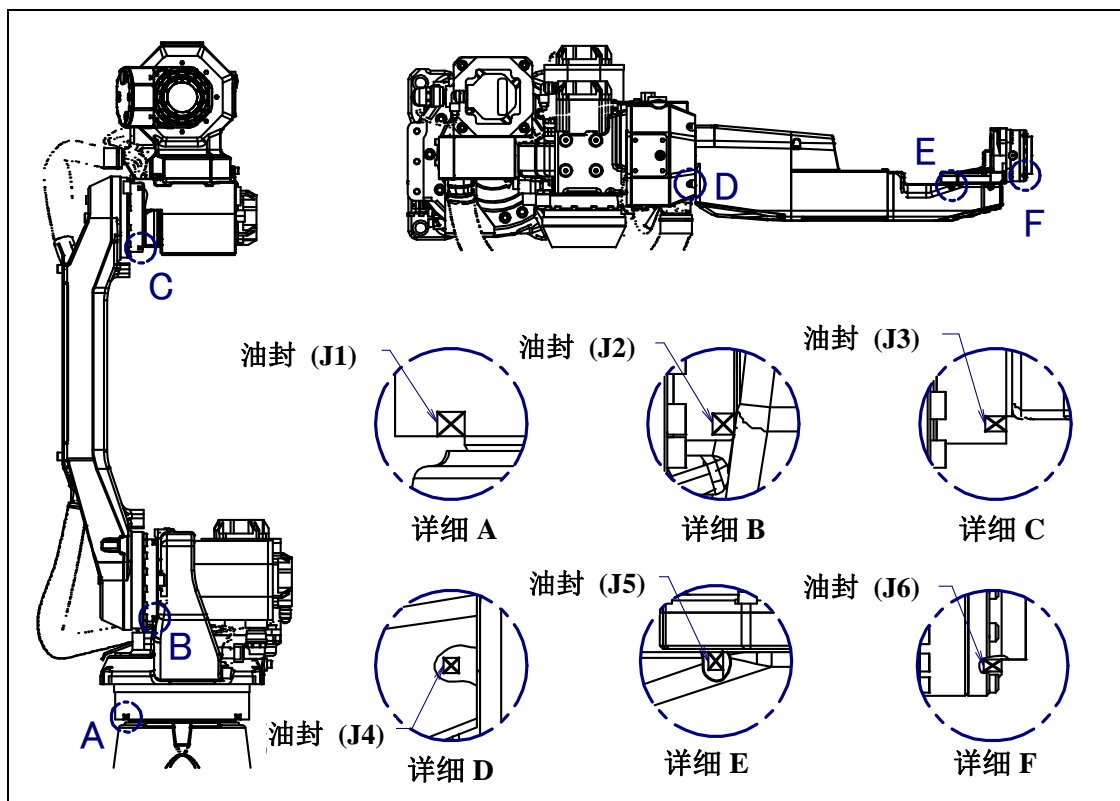

图 7.2.1 油封的检查部位
- 根据动作条件和周围环境, 油封的油唇外侧可能有油分渗出 (微量附着)。该油分累积而成为水滴状时, 根据动作情况恐会滴下。在运转前通过清扫图 7.2.1 所示的油封部下侧的油分, 就可以防止油分的累积。